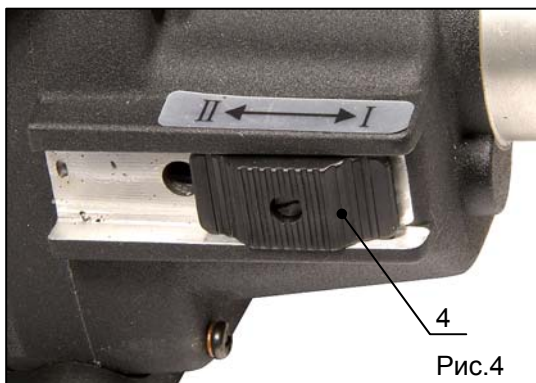

Рис.4
**1-я скорость:** надавите на переключатель (поз. 4, рис.4) перпендикулярно плоскости мотора и переместите его в положение «I». Проследите за тем, чтобы переключатель застопорился в положении «I», если этого не произошло необходимо немного повернуть шпindel в одну или другую сторону.